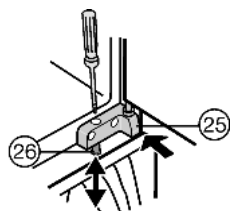

Fig. 13
- ▶ Выставьте устройство по высоте: при помощи регулировочных винтов Fig. 13 (26) в кронштейнах Fig. 13 (24,25).